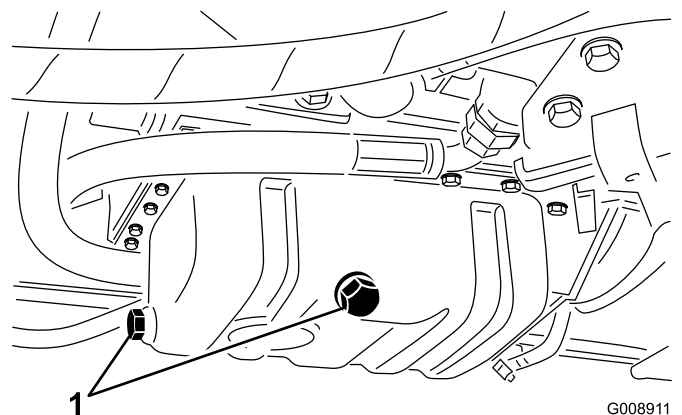

Figura 64
1. Togliete un tappo di spurgo (Figura 64) e lasciate defluire l'olio in una bacinella; quando l'olio smette di defluire, montate il tappo di spurgo.